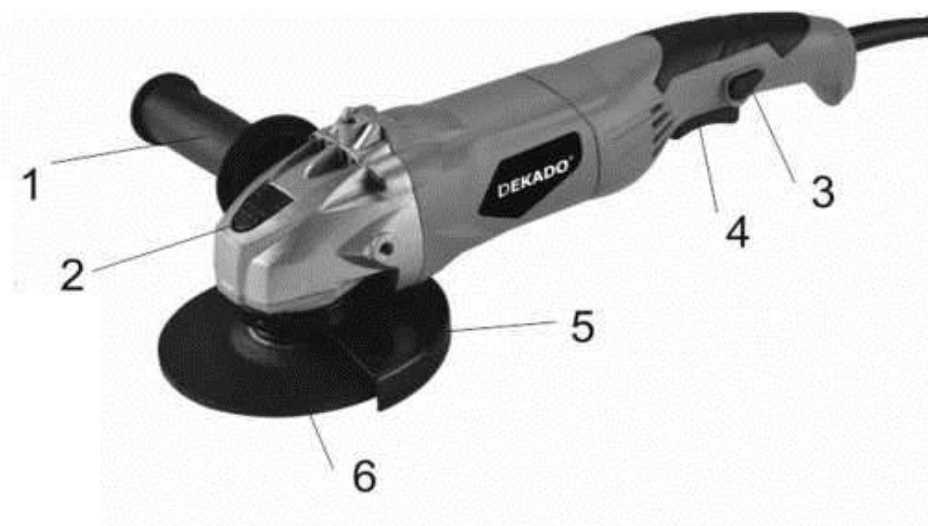

Рис.1 Угловая шлифовальная машина.
4.1. Общий вид инструмента представлен на Рис. 1.
4.4. Для защиты от случайного включения данная модель углового шлифовального инструмента оборудована системой "безопасного пуска", для включения необходимо нажать кнопку (3) (рис.1) и только после этого с помощью выключателя (4) (рис.1) осуществить пуск инструмента.